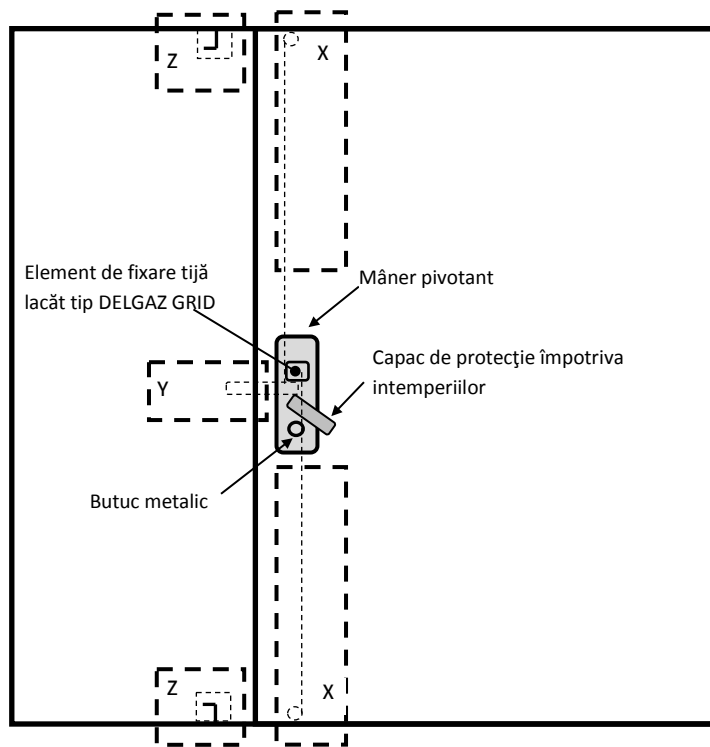

Fig. 2 Sistem de închidere incintă cu uși opace
3.2	Închiderea cutiilor echipate cu uși opace în instalațiile de MT și JT (fig. 2, Anexa 3)